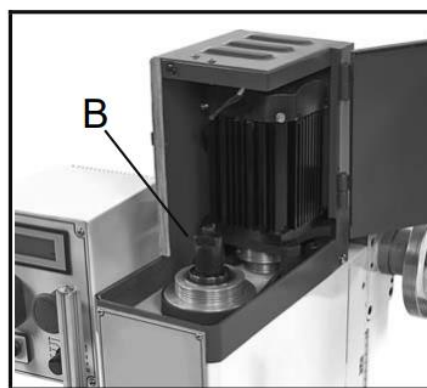

Рис. 11
3. Зафиксируйте шпиндель от проворачивания, удерживая его за лыски, и ослабьте затяжку приводного хвостовика (В, см. рисунок 11) с помощью ключа на 22-25 из комплекта инструмента.